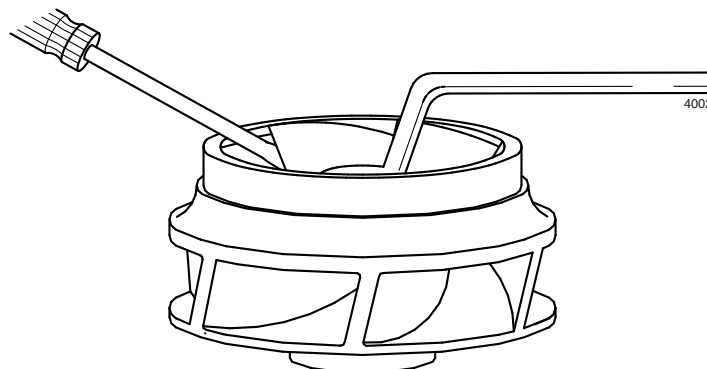

Bild 7: Pumphjulsmuttern dras loss.
- 2 Blockera pumphjulet (0120) så att det inte kan rotera, se bild 7.